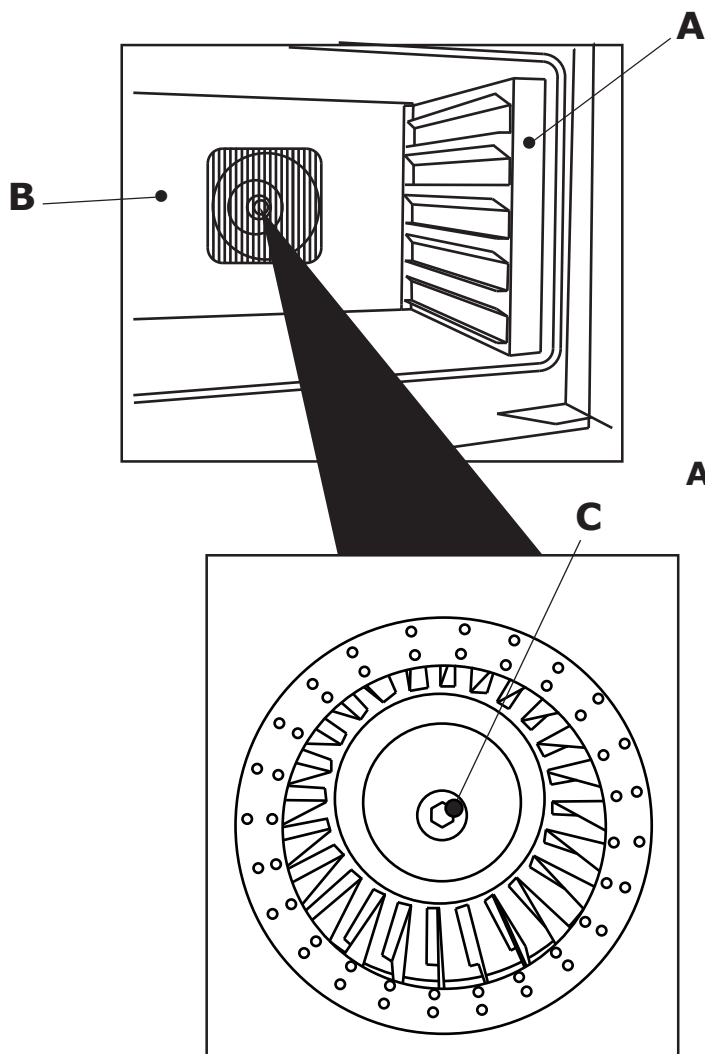

Abb. 15
- die Rosthalter (**A-Abb.15**) und die Gebläseabdeckung (**B-Abb. 15**) entfernen;
- die Verschlussmutter des Ventils im gegen den Uhrzeigersinn drehen (**C-Abb.15**) ;
- Die Rosthalter (**A-Abb.15**) und die Gebläse Abdeckung (**B-Abb. 15**) entfernen, wodurch die Heizwiderstände der Kammer zugänglich sind.